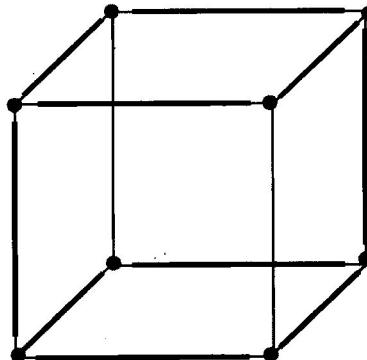

图 1-13 用杂电阻焊接一个正方体
(2) 用三只电阻,绕焊一个三角形,然后顺次再焊。
(3) 用 12 只杂电阻焊接一个正方体,如图 1-13 所示。